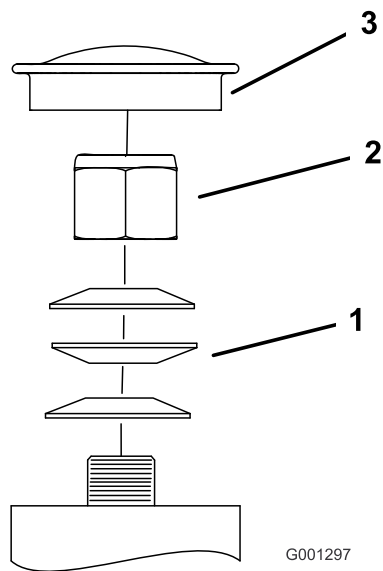

Figura 60
- Retire el tapón anti-polvo de la rueda giratoria y apriete la contratuerca (Figura 60).
- Apriete la contratuerca hasta que las arandelas de muelle estén planas, luego afloje 1/4 de vuelta para establecer la pre-carga correcta de los cojinetes (Figura 60).
- Coloque el tapón guardapolvo (Figura 60).
Importante: Asegúrese de que las arandelas de muelle están correctamente instaladas, según se muestra en Figura 60.